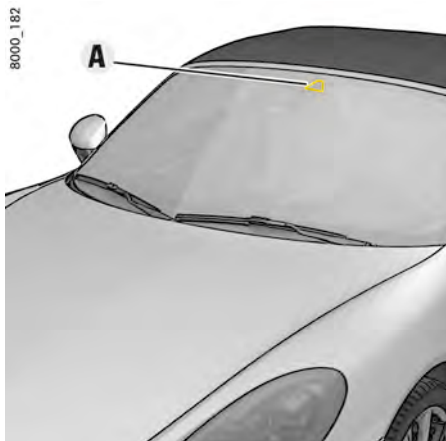

図 211: カメラの取り付け位置
- ▶ カメラの作動を干渉する物が無いことを確認してください。ルームミラーのカメラの視界(図.211を参照)をステッカーなどで遮らないでください。